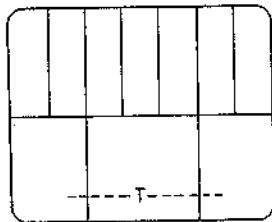

Fig. 5-7 On the TV screen
- 3) Press the TRACKING buttonn \langle or \rangle on the front panel until "T" mark can be seen in the center position as shown in Fig. 5-7.
- 3) Appuyer sur la touche d'alignement (TRACKING) \langle ou \rangle de la face avant jusqu'à ce que le repère "X" apparaissent au centre de la manière illustrée à la Fig. 5-7.